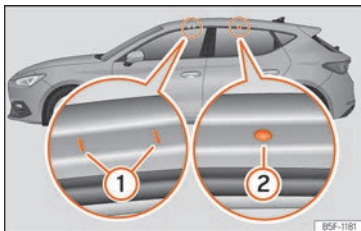

Fig. 143 Points de fixation des barres longitudinales pour la galerie porte-bagages du toit (Leon).
Les points de fixation avant et arrière ① et ② sont visibles uniquement lorsque les portes sont ouvertes »» fig. 143.